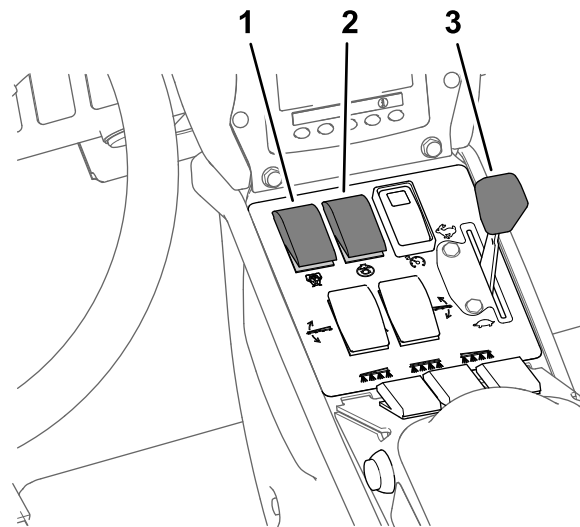

Figura 42
- Ponga el interruptor de agitación y el interruptor de la bomba de fumigación en la posición de ACTIVADO (Figura 42).
- Mueva el acelerador a la posición de RÁPIDO (Figura 42).
Nota: Este procedimiento supone que la bomba de fumigación está activada; consulte Figura 42, en Fumigación en el Modo de caudal de aplicación \(página 37\).
4. Ajuste el acelerador a la velocidad de motor deseada para la fumigación; consulte Figura 42, en Fumigación en el Modo de caudal de aplicación \(página 37\).